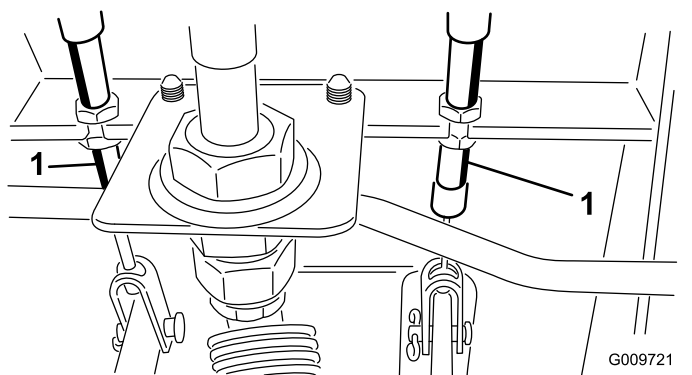

Figura 115
- A. Allentate il dado anteriore sull'estremità filettata del cavo del freno (Figura 115).